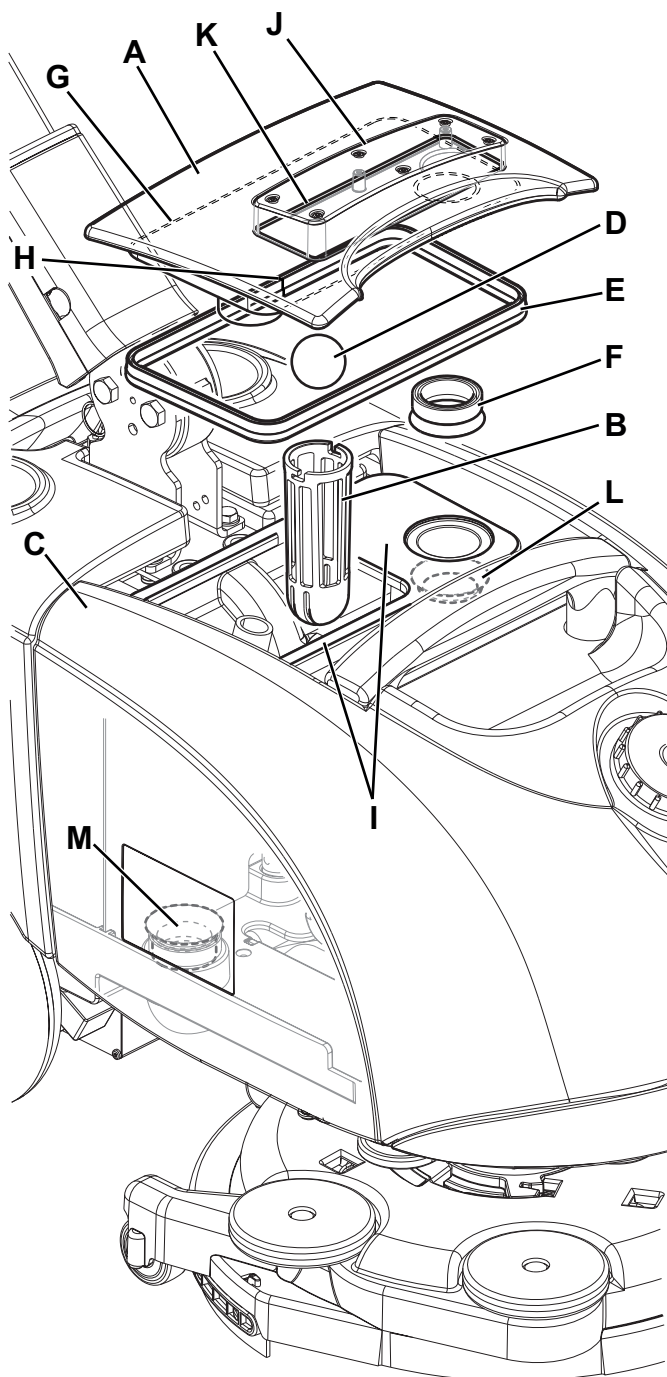

Abbildung 7
2. Sicherstellen, dass sich der Wählknopf (31) in der Position „0“ befindet, den Steckverbinder der Batterie (7) trennen.
3. Deckel (A, Abb. 7) abnehmen und Deckel sowie Ansauggitter (B) mit Frischwasser reinigen und spülen.
4. Das Wasser aus den Tanks (C) entleeren und Tanks reinigen.
5. Sofern erforderlich, Gitter (B) ausbauen und Schwimmer (D) entnehmen. Sorgfältig reinigen und wieder einbauen.
6. Unversehrtheit der Dichtung (E) und (F) des Deckels kontrollieren.